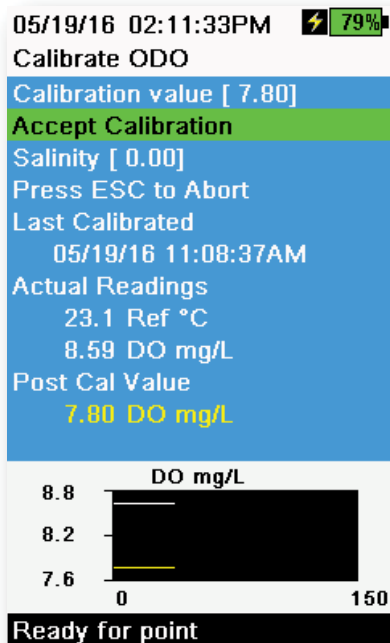

Figura 52 Calibração ODO mg/L
5. Observe as leituras de medição reais para estabilidade (a linha branca no gráfico não mostra nenhuma mudança significativa durante 40 segundos) e selecione **Aceitar Calibração** (Figura 52). "Calibração concluída!" aparece na área de mensagens.